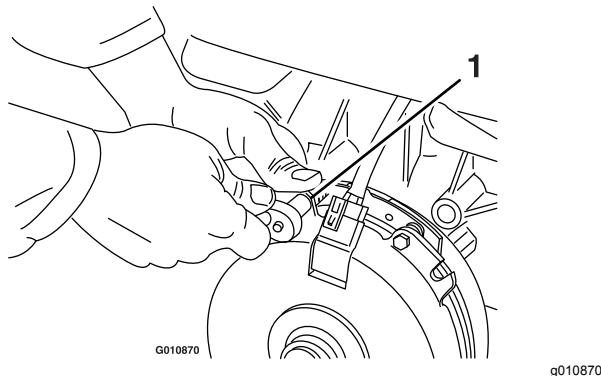

Bild 77
- A. Lösen Sie die beiden Befestigungsschrauben der Bremse um eine halbe bis ganze Umdrehung, wie in Bild 77 abgebildet.